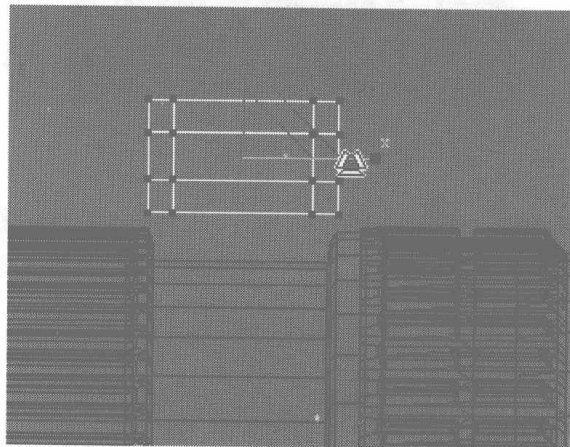

图 6.492
- 03 进入 Modify 控制面板，切换为节点编辑，在 Front 视图中缩放调整 Box 上的节点，如图 6.492 所示。